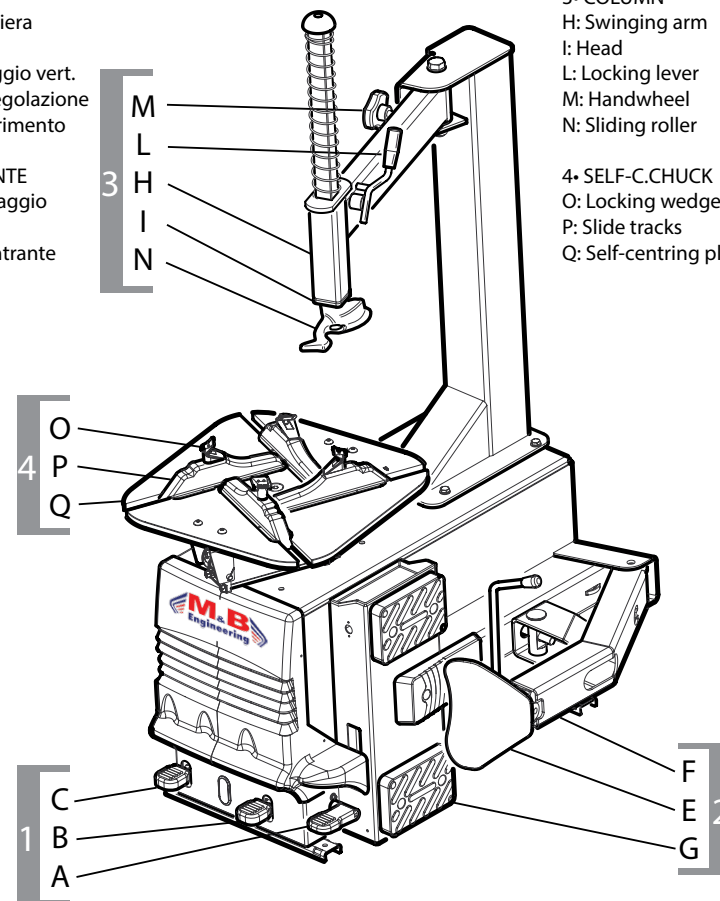

fig.1
PEDALIERA (fig.1) (1)
STALLONATORE (fig.1) (2)
GRUPPO PALO (Fig.1) (3)
AUTOCENTRANTE (Fig.1) (4)
PEDAL CONTROLS (fig. 1)(1)
BEAD BREAKER (fig. 1) (2)
COLUMN UNIT (Fig.1) (3)
SELF-CENTERING CHUCK (Fig.1) (4)
PEDALIER (fig.1) (1)
DÉTALONNEUR (fig.1) (2)
GROUPE DE LA POTENCE (Fig.1) (3)
AUTOCENTREUR (Fig.1) (4)
FUßSCHALTUNG (Abb.1) (1)
ABDRÜCKER (Abb.1) (2)
TRAGSÄULENGRUPPE (Abb.1) (3)
SELBSTZENTRIERER (Abb.1) (4)
JUEGO DE PEDALES (fig.1) (1)
DESTALONADOR (fig.1) (2)
UNIDAD COLUMNA (Fig.1) (3)
AUTOCENTRADO (Fig.1) (4)